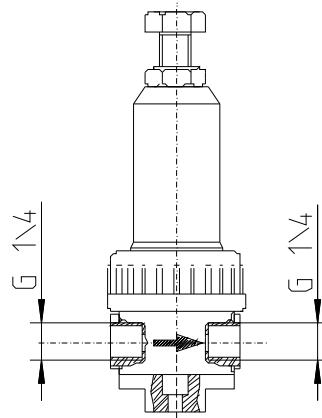

Abb. 2: Druckhalteventil DN 6
- Kontermutter (siehe Abb. 2) lösen.
- Arbeitsdruck erhöhen: Stellschraube (siehe Abb. 2) im Uhrzeigersinn drehen.
- Arbeitsdruck verringern: Stellschraube (siehe Abb. 2) gegen Uhrzeigersinn drehen.